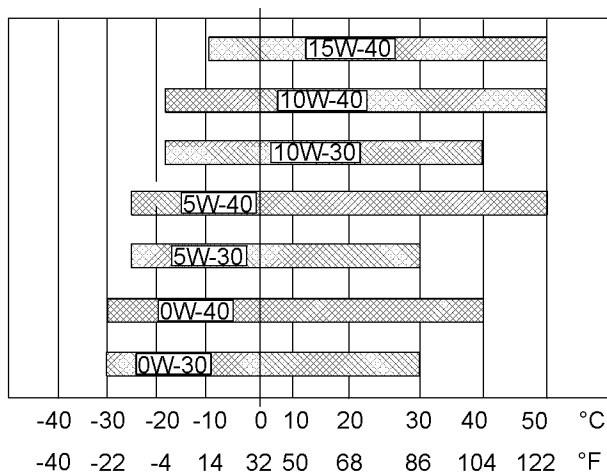

Abbildung 42
Informationen zur Bestimmung der erforderlichen Ölviskosität beim Starten eines kalten Motors sind der Abbildung 42 (Tiefsttemperatur) zu entnehmen.
Zur Bestimmung der notwendigen Ölviskosität für den Motorbetrieb bei der höchsten zu erwartenden Umgebungstemperatur siehe Abbildung 42 (maximale Temperatur).
- Siehe die entsprechenden Schmierstoffviskositäten. Siehe die entsprechende Abbildung 42, um den richtigen Viskositätsgrad für den Motor zu bestimmen.